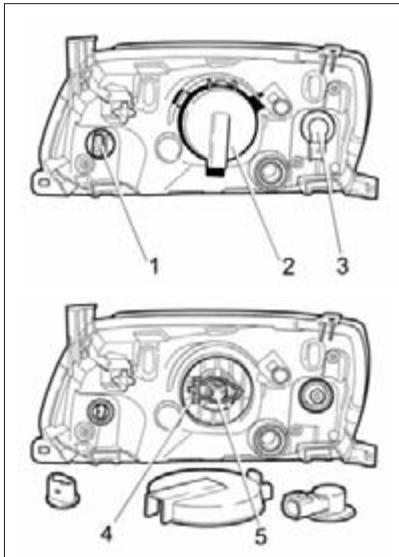

Рис. 55. Блок-фара
**Для доступа к лампе ближнего/дальнего света** выньте защитную крышку 2 (рис. 55), отсоедините колодку жгута проводов и снимите резиновый кожух лампы, отведите поочередно в стороны «усики» 4 пружины ламподержателя, предварительно нажав на них, выньте лампу 5 из посадочного места рефлектора. Монтаж новой лампы проводите в обратном порядке. Все работы по установке галогеновой лампы проводите в перчатках во избежание оставления следов на колбе лампы. После установки лампы ближнего/дальнего света убедитесь в плотном прилегании резинового кожуха на цоколе лампы и корпусе блок-фары.